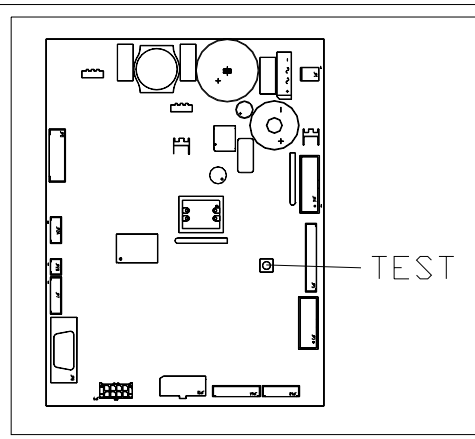

FIG. 7
- Apretar el pulsador TEST fig. 7 de la tarjeta de control principal situado en el compartimiento de la caja recaudadora. En la pantalla aparecerá el mensaje **"Seleccionar el plato que debe recargarse"**.
- Después de haber introducido el producto nuevo, apretar el pulsador **OK** (pulsador Shopper) para memorizar la presencia del producto en el compartimiento y programar su data de caducidad a cuyo vencimiento la venta del producto se inhibirá. Si no se ha introducido ningún producto, apretar el correspondiente botón de selección para pasar al compartimiento sucesivo. El procedimiento sigue hasta que todos los compartimientos han sido memorizados o bien se escoge otro plato para la recarga. El distribuidor pasará automáticamente del modo recarga al modo normal después de haber analizado todos los platos. Para salir en cualquier momento del modo recarga, apretar el pulsador TEST fig. 7.
- Cuando se recarga una selección **Fifo**, todos los compartimientos **deben** recargarse sucesivamente sin dejar ninguno vacío. Si no se tienen bastantes productos para llenar una selección Fifo: apretar el pulsador **OK** después de haber cargado el último producto y luego salir de recarga (pulsador TEST fig. 7) o bien seleccionar el plato sucesivo que debe recargarse.
- 5) Apretar el pulsador TEST fig. 7 para salir de la VENTA LIBRE